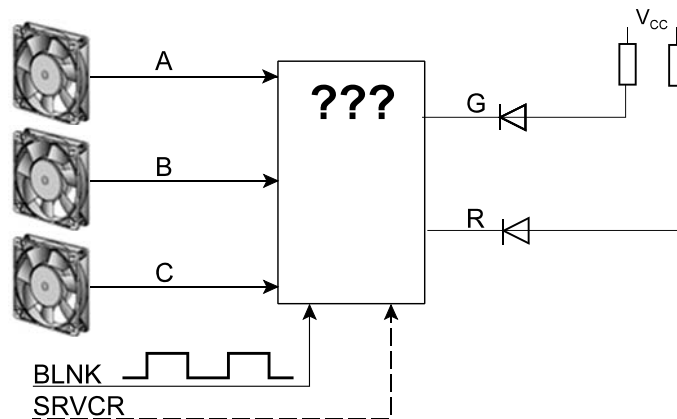

Abb. 6
8. In einem Gehäuse sind drei Lüfter A, B, C angeordnet. Jeder Lüfter hat einen Sensor, der ein Low-Signal liefert, wenn der betreffende Lüfter arbeitet. Ist der Lüfter ausgefallen, liefert der Sensor ein High-Signal. Entwerfen Sie eine Überwachungsschaltung (Abb. 6), die zwei Kontroll-LEDs G, R folgendermaßen ansteuert:
- die grüne LED (G) soll leuchten, wenn alle drei Lüfter arbeiten,
- die rote LED (R) soll leuchten, wenn einer der Lüfter (gleich welcher) ausgefallen ist,
- die rote LED (R) soll blinken, wenn zwei oder alle drei Lüfter ausgefallen sind. Entsprechende Blinkimpulse sind verfügbar (Signal BLNK).